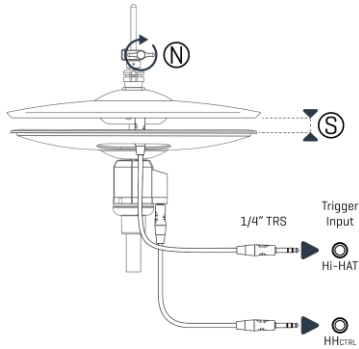

Abbildung 5
- 1 Heben Sie das obere Becken soweit an, bis der Schlitten des Hi-Hat Controllers (O) der Bewegung nicht mehr folgt.
- 2 In dieser Position wird die Flügelschraube der Clutch (N) wie in *Abbildung 5* dargestellt fixiert.